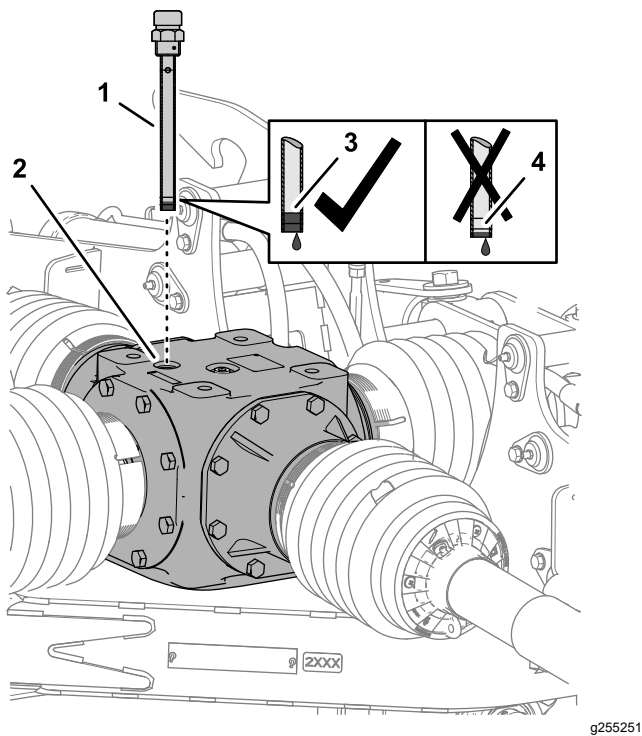
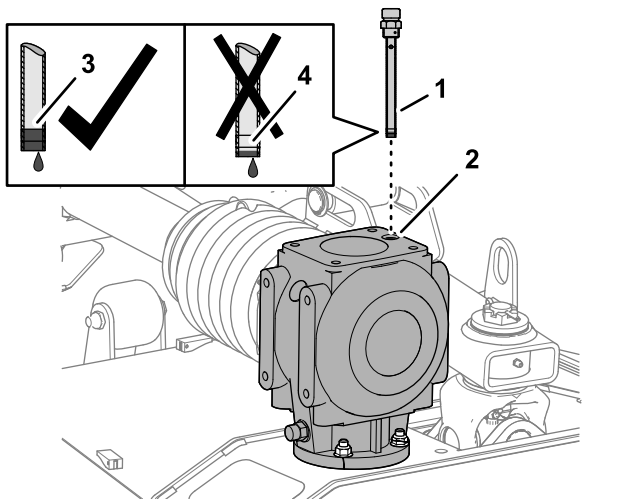

Figura 57
Figura 58
1. Retire la varilla del orificio situado en la parte superior de la caja de engranajes central (Figura 57 o Figura 58).
- Compruebe el nivel de fluido indicado en la varilla (Figura 57 o Figura 58).
- Enrosque la varilla en el orificio de llenado y apriete la varilla (Figura 57 o Figura 58).